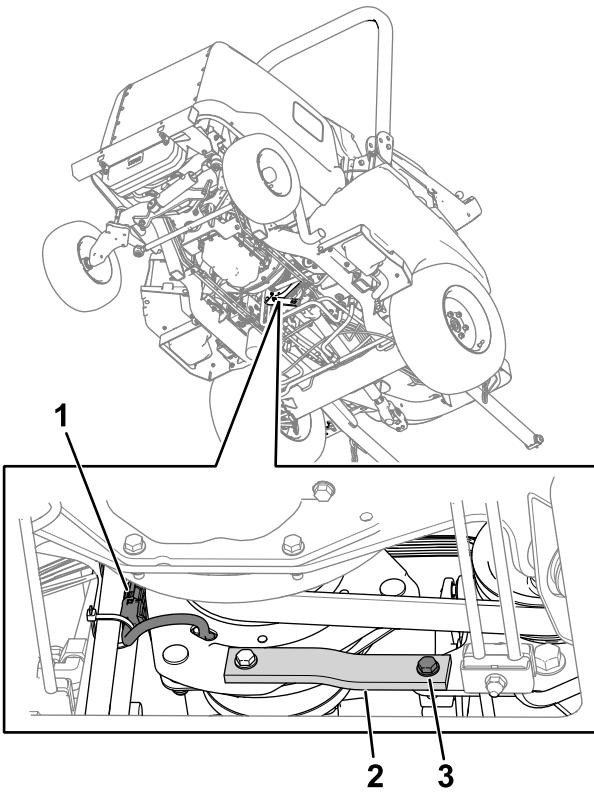

Рисунок 75
3. Снимите болт, шайбу и гайку с резинометаллических полос (Рисунок 75) на раме.
2. Отсоедините разъем жгута проводов сцепления от жгута проводов машины (Рисунок 75).